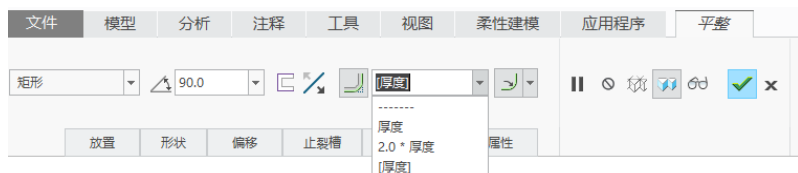

图 5-10 指定折弯半径等
(3) 在“平整”选项卡中, 默认时  (在连接边上添加折弯) 按钮处于被选中的状态, 在该按钮右边的下拉列表框中默认选择“[厚度]”选项, 半径标注位置选项为 , 如图 5-10 所示。